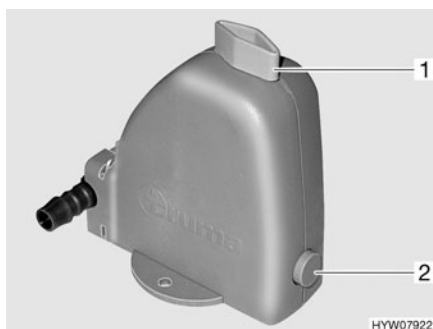

Fig. 175 Valve de sécurité et de vidange du chauffe-eau
Le chauffe-eau est équipé d'une valve de sécurité et de vidange (Fig. 175). La valve de sécurité et de vidange empêche que l'eau ne gèle dans le chauffe-eau lorsque le chauffage n'est pas allumé en cas de gel.
- Fermer la valve de sécurité et de vidange. Tourner pour cela le bouton rotatif (Fig. 175,1) dans le sens transversal par rapport à la valve de sécurité et de vidange et enfoncer le bouton-poussoir (Fig. 175,2).
- Ouvrir la valve de sécurité et de vidange. Tourner le bouton rotatif (Fig. 175,1) dans le sens longitudinal par rapport à la valve de sécurité et de vidange. Le bouton-poussoir (Fig. 175,2) ressort. Le chauffe-eau est vidé à l'extérieur par le biais de la valve de sécurité et de vidange.